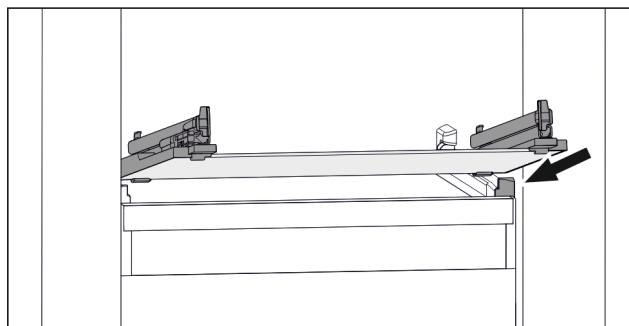

Fig. 66 Příklad znázornění skleněné desky
- ▶ Nasadte skleněnou desku šikmo za zářičky. (viz Fig. 66)